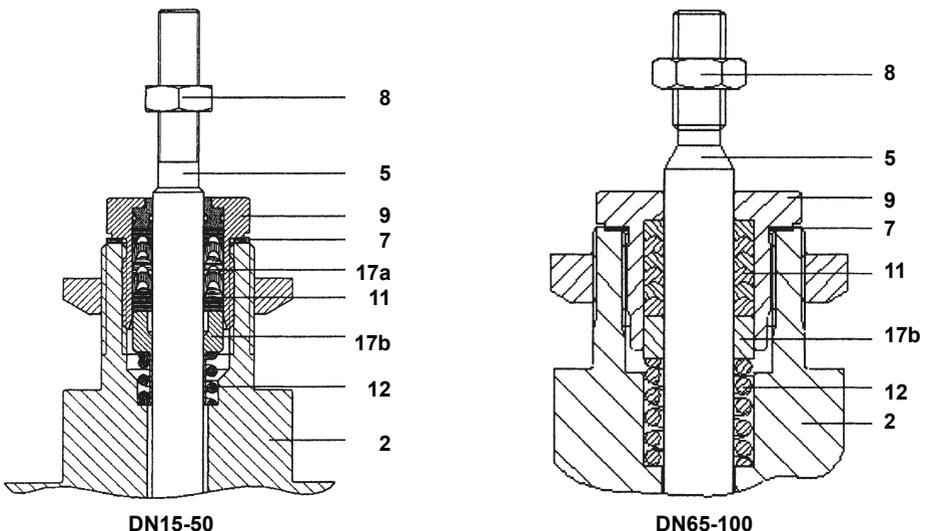

Fig. 4
4.2.3 Valvole miscelatrici - Tenuta a premistoppa Procedura per rinnovare l'asta, l'otturatore e le sedi della valvola (Fig. 4, 5 e 6)
Procedura per rinnovare l'asta, l'otturatore e le sedi della valvola (Fig. 4, 5 e 7)